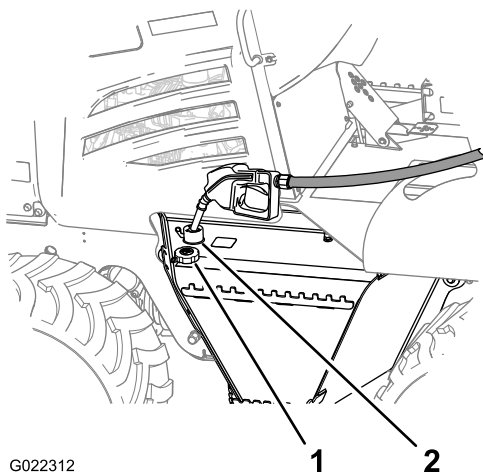

Рисунок 19
1. Очистите поверхность вокруг крышки топливного бака (Рисунок 19) и снимите крышку с бака.